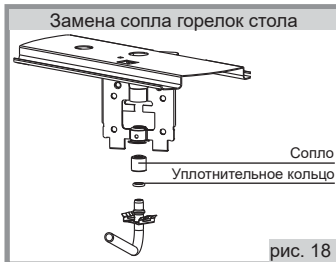

рис. 18
21.1. Проведение замены сопла при ремонте, а также при переводе на другой тип газа (рис. 18)
5. Снять установленные сопла, для этого отверткой необходимо отсоединить металлическую защелку от отбортовки гнезда держателей сопла и вывести газоподводящую трубку вместе с соплом из гнезда, затем снять сопло с трубки газа (рис.18). Резиновые уплотнительные кольца рекомендуются оставить на трубках.